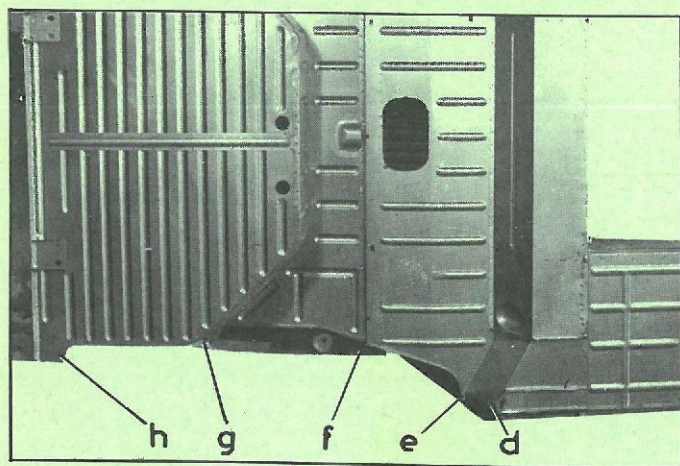

Fig. 11
- d (fig. 11)
- e (fig. 11)
- f (fig. 11)
- g (fig. 11)
- h (fig. 11)